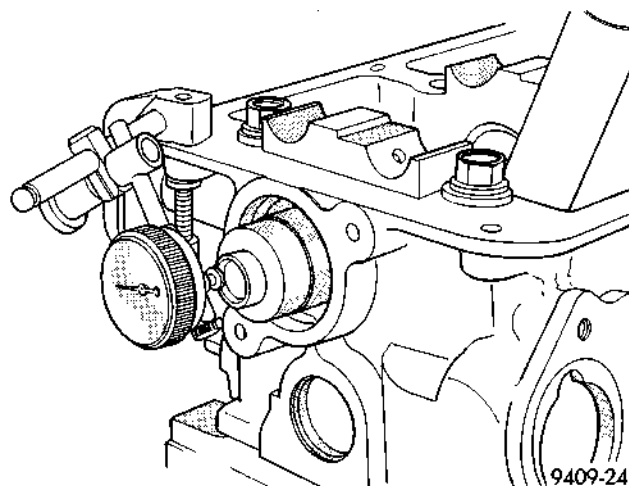

Fig. 23 Juego longitudinal del árbol de levas
(1) Lubrique los gorriones del árbol de levas e instale éste último sin los conjuntos de balancín. Instale el sensor de levas y ajuste los tornillos con la torsión indicada en las especificaciones.
(2) Con una herramienta adecuada, desplace el árbol de levas lo más atrás posible.
(3) Coloque el indicador de cuadrante en cero (Fig. 23).
(4) Desplace el árbol de levas lo más adelante posible.
(5) Recorrido del juego longitudinal: 0,13 - 0,33 mm (0,005 - 0,013 pulgadas).